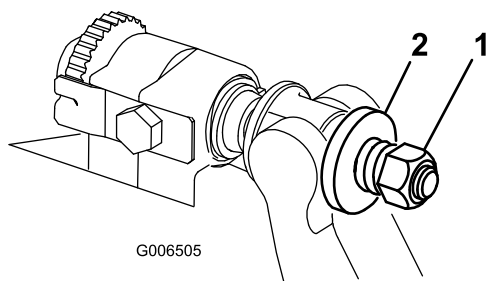

Figure 36
6. Serrez l'écrou de tension du ressort jusqu'à ce que les spires soient jointives, puis desserrez-le de 1/2 tour (Figure 36).